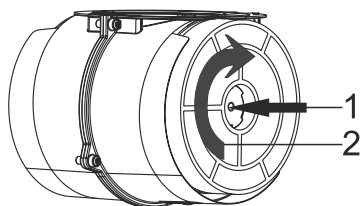

Fig. 6
- 1. Sæt kulfiltererne med de hule sider ind mod motorens overflade( r) (Fig. 6).
- 2. Kulfilteret skal nu med urets retning "skrues" på motorens overflader (Fig. 6).